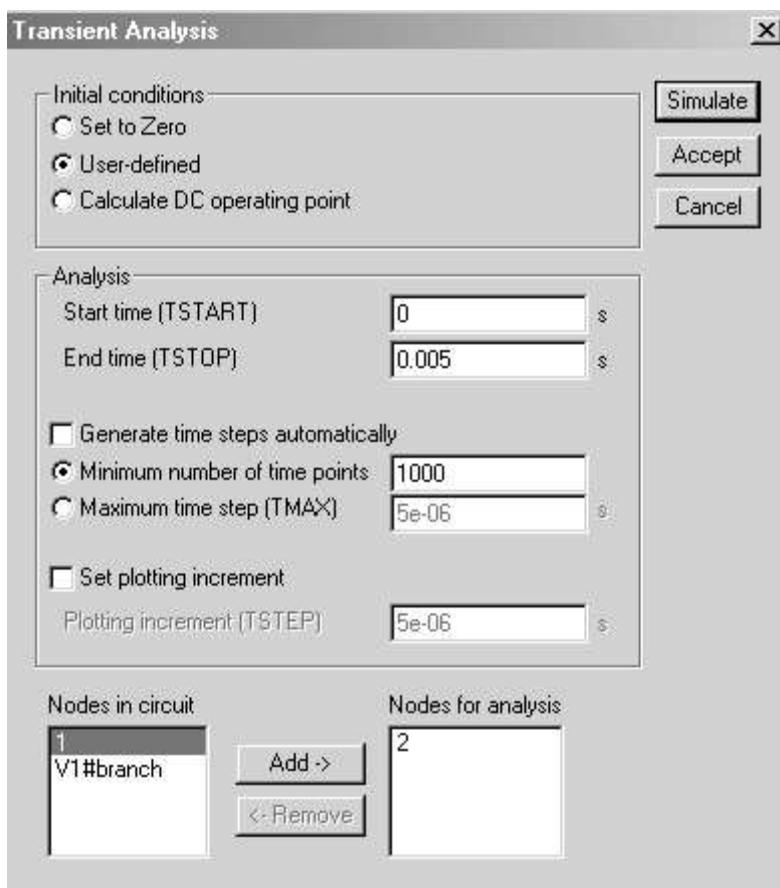
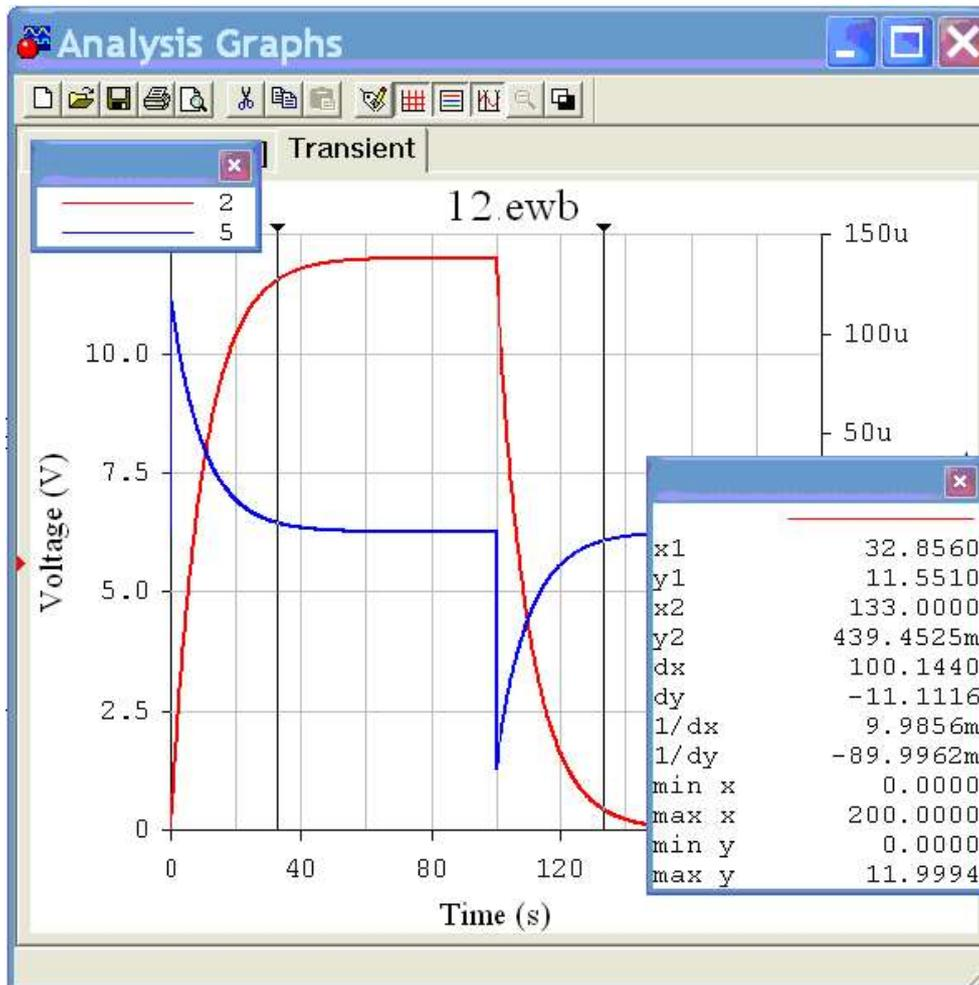

Рис. 11.5
Рис. 11.9.
Следующий необходимый шаг для проведения расчёта переходного режимов – это открытие диалогового окна команды *Transient Analysis* (рис. 11.5) по пути *Analysis < Transient*.
Кнопка 4 выводит на экран два измерительных визира (рис. 11.9). За верхние треугольники визеры можно перемещать курсором мыши в любое место графиков и измерять значение координат графика.
2. Определить временные зависимости напряжения на конденсаторе (узел 2) и тока (точка 5) в цепи в переходных режимах зарядки и разрядки конденсатора, используя диалоговое окно команды *Transient Analysis* (рис. 11.5) по пути *Analysis < Transient*. Результаты измерений внести в табл. 11.2., используя визир (рис. 11.9, пиктограмма ).